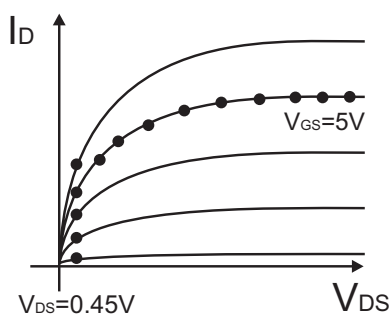

Figura 18:
1. Para un valor bajo de la tensión de drenador  $V_{DS}$  (0.45V en la figura 18, aunque no tiene por qué tomarse ese necesariamente) medir  $I_D$  para distintos valores de  $V_{GS}$ . Extraer de esa curva los parámetros  $V_T$ ,  $I_T$  y  $(k'/2) \cdot W/L$
2. Medir ahora  $I_D$  en función de  $V_{DS}$  medida a un valor fijo de  $V_{GS}$  (5V en la figura 18, a modo de ejemplo).